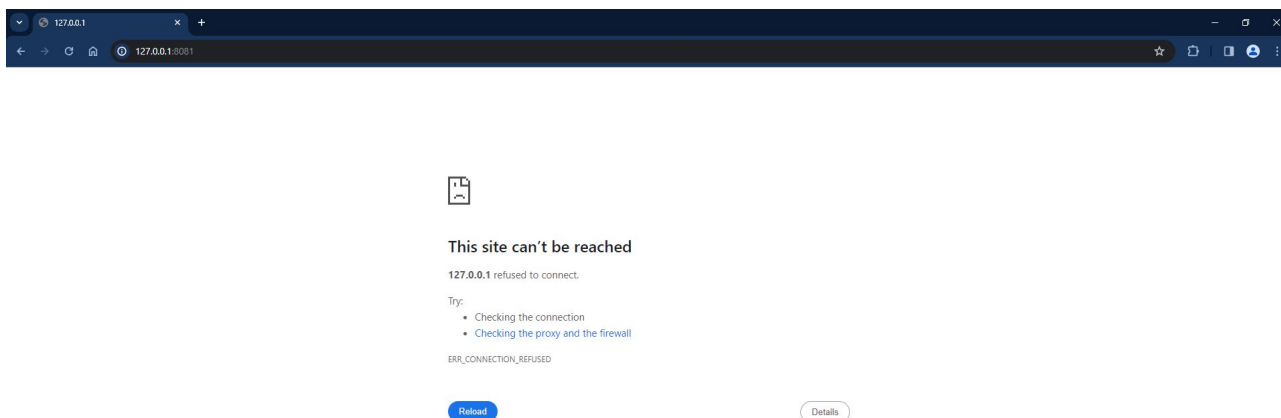
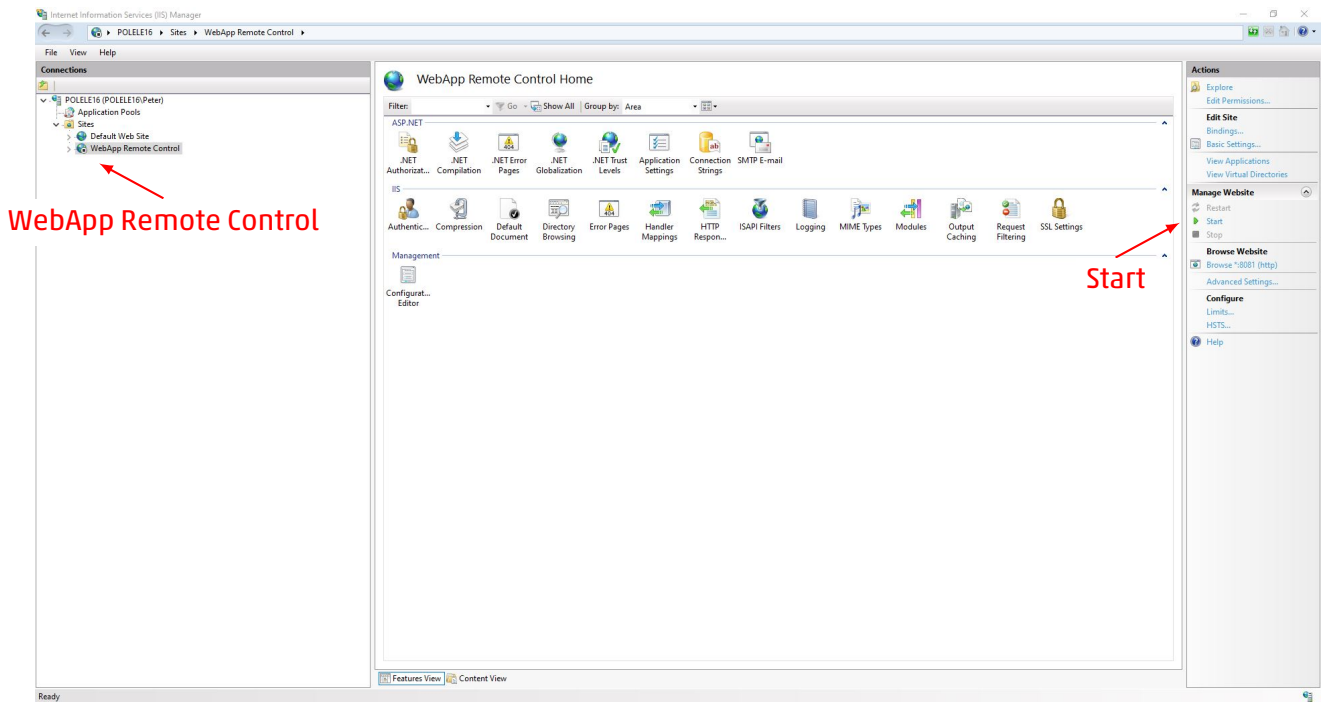

Figura 8.10: Pagina web non raggiungibile
Figura 8.11: Internet Information Services (IIS)
- Se appare un messaggio di errore come in figura 8.10 aprire l'IIS (Internet Information Services mostrato in figura 8.11), aprire la cartella "Sites", selezionare "WebApp Remote Control" e cliccare sul comando "Start" nel menù "Manage Website".